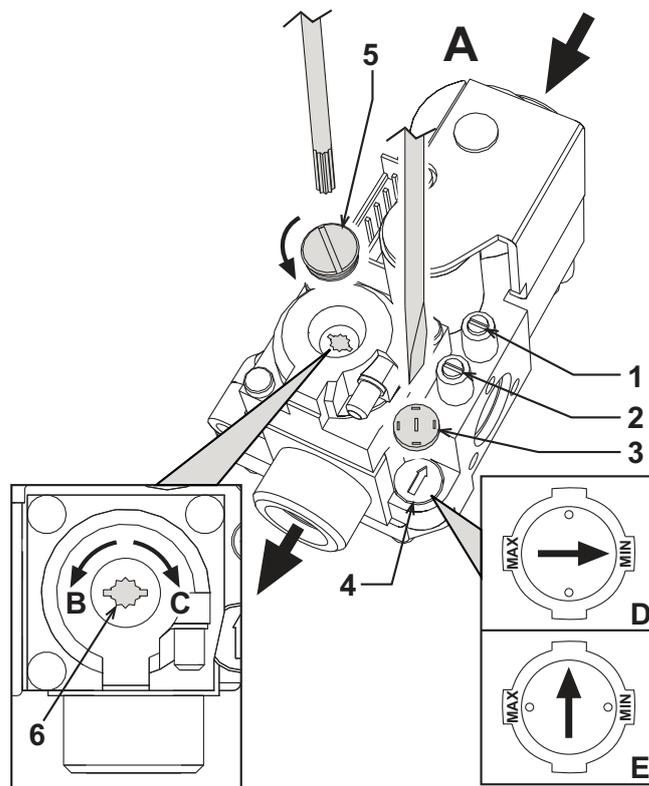

рис. 17 - Регулирование давления
На котле ERA F D можно регулировать тепловую производительность топки и, следовательно, тепловую мощность, передаваемую воде системы отопления; это делается исключительно путем регулировки основной горелки с помощью газового вентиля (см. рис. 17). На графиках, приведенных в параграфе сар. 5.2, показано изменение передаваемой воде тепловой мощности в зависимости от изменения рабочего давления горелки. Возможность приведения мощности котла в соответствие с реальными потребностями отопления означает, прежде всего, снижение потерь и экономию топлива. Кроме того, при регулировке мощности, регламентированной также стандартом, котлы сохраняют значения КПД и характеристики сгорания почти без изменений.
- С помощью небольшой отвертки снимите защитный колпак 5 вторичного привода газового вентиля рис. 17.
- Подключите манометр к клемме давления 2 (рис. 17), расположенной после газового вентиля, затем переведите ручку термостата котла на максимум.
- Регулируйте давление с помощью винта 6 (рис. 17) на желаемое значение, руководствуясь диаграммами, приведенными в параграфе сар. 5.2.
- Снимите с газового вентиля маленький защитный колпачок 3 (рис. 17). С помощью маленькой отвертки регулируйте "СТУПЕНЬ" розжига на основании выбранного для работы газа (G20-G25 положение D рис. 17 или G30-G31 положение E рис. 17); установите на место защитный колпачок.
- Спустите воздух из газопроводных труб через штуцер отбора давления 1 газового вентиля (рис. 17).